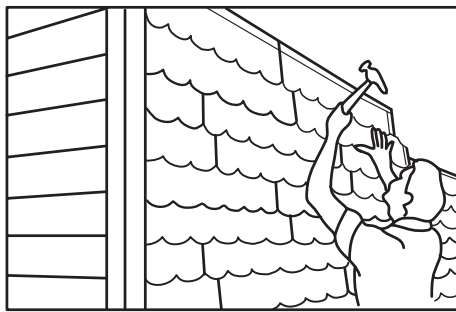

figura 8
11) Continúe escalonando puestas de paneles de acuerdo a los pasos 1 al 8, alternándose cada vez para asegurar un patrón al azar de tejas en la pared (Figura 8).